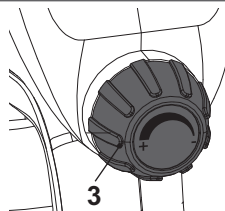

Fig. 4
- > Rode o botão de ajuste do fluido (3) na direcção "+" para aumentar o volume da saída do fluido.
- > Rode o botão de ajuste de fluido (3) no sentido "-" para reduzir o volume da saída do fluido (Fig. 4).